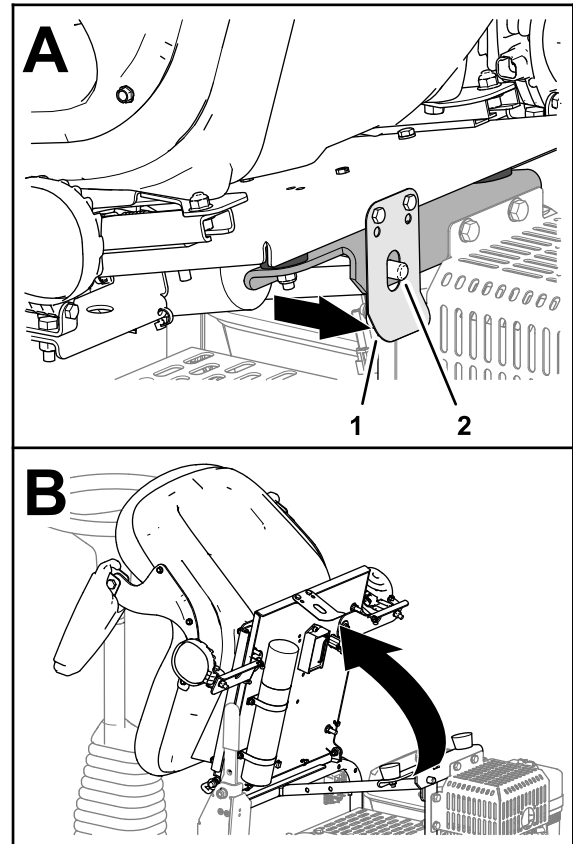

Figura 23
1. Tirate indietro il fermo del sedile fino a quando non supera il perno di fermo del sedile (Figura 23).
2. Inclinate il sedile in avanti (Figura 23).